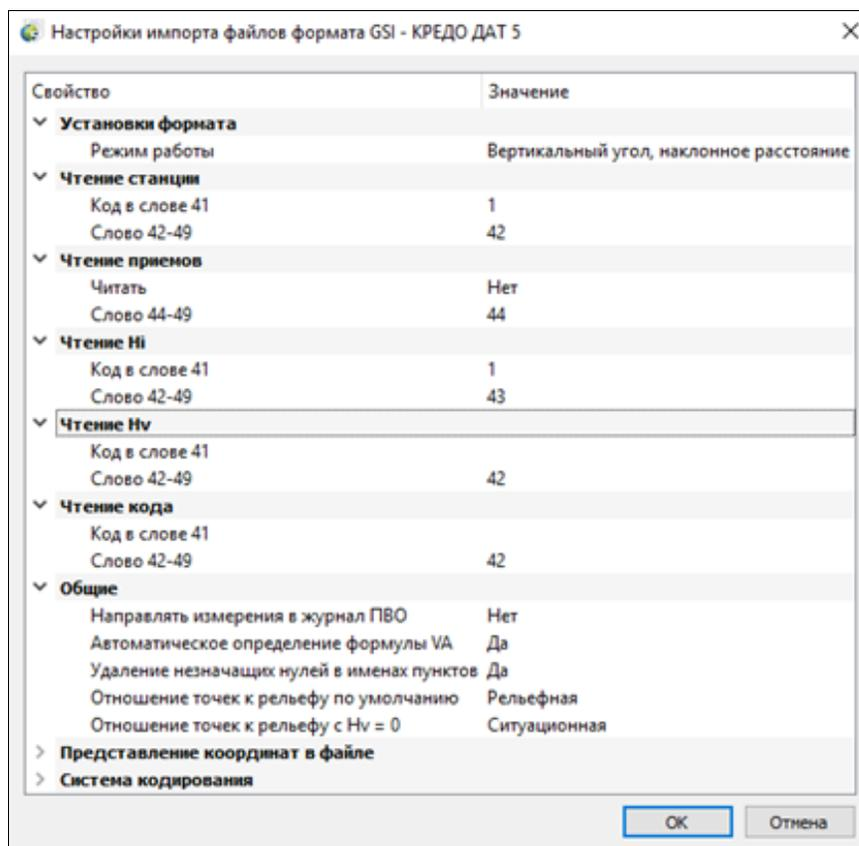

Рисунок 12.7
8. Выполните импорт измерений с электронного тахеометра. Выберите команду **Файл/ Импорт/ Файлы электронных тахеометров**, установите формат GSI, выделите файл НАВЛЯ.gre, выполните настройки, как показано на рис. 12.7, и импортируйте файл. Данные из файла заполнят таблицы **Станции** и **Измерения ПВО**.